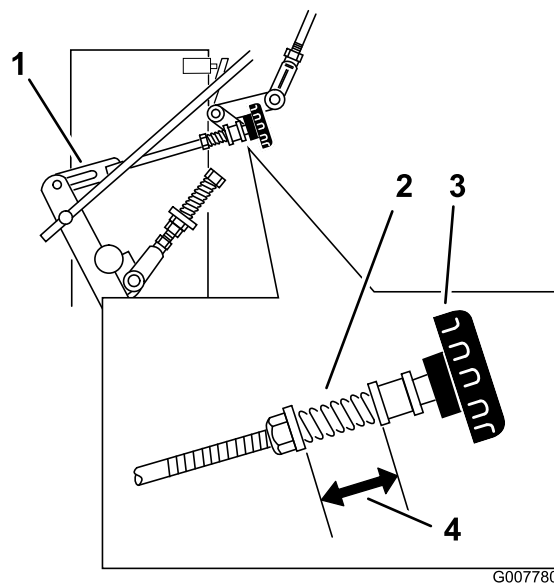

Figura 38
3. Regolate la tiranteria di destra girando la manopola di allineamento rapido in senso antiorario finché lo pneumatico non inizia a girare in avanti (Figura 38).
4. Girate la manopola in senso orario di 1/4 di giro alla volta. Quindi, spostate in avanti il comando della velocità e indietro in posizione di FOLLE. Ripetete queste operazioni finché la ruota destra non gira più in avanti (Figura 38).
6. La molla che tiene in tensione la manopola di norma non dovrebbe necessitare di alcuna regolazione. Tuttavia, qualora occorra eseguire una regolazione, regolate la lunghezza della molla portandola a 26 mm tra le rondelle (Figura 38).
7. Regolate la lunghezza della molla girando il dado davanti alla molla (Figura 38).